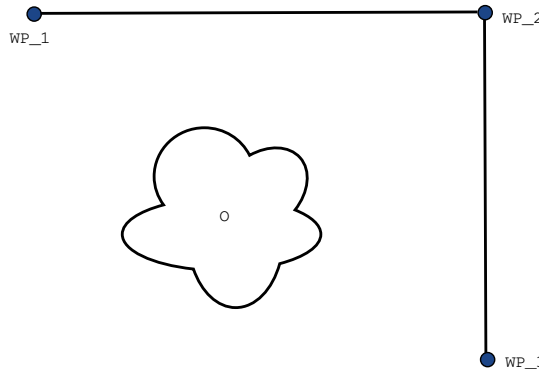

FIGURE 14.2 – WP\_1 : position initiale, WP\_2 : via point, WP\_3 : position de ramassage, O : obstacle.
**Exemple** Considérez une application de ramassage et de placement comme un exemple (voir la figure 14.2), où le robot est actuellement au Point de passage 1 (WP\_1), et elle doit ramasser un objet au Point de passage 3 (WP\_3). Pour éviter les collisions avec l'objet et les autres